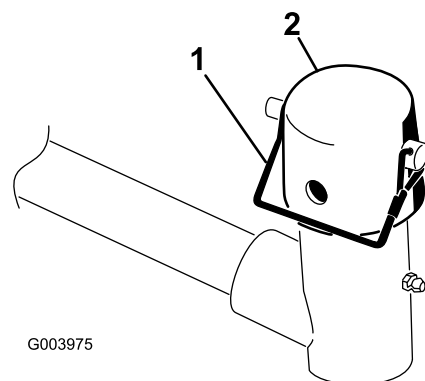

図 10
7. 昇降アームのピボットヨークからスナッパピンとキャップを取る (図 10)。
注 カッティングユニットをステアリングモードで使う場合はスロットを使い、固定モードで使用する場合には、穴を使う（図 10）。